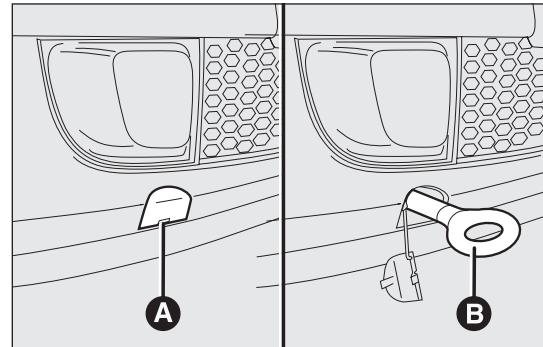

Abb. 131
Den Deckel A Abb. 131 aushängen
- Den Deckel A Abb. 131 aushängen